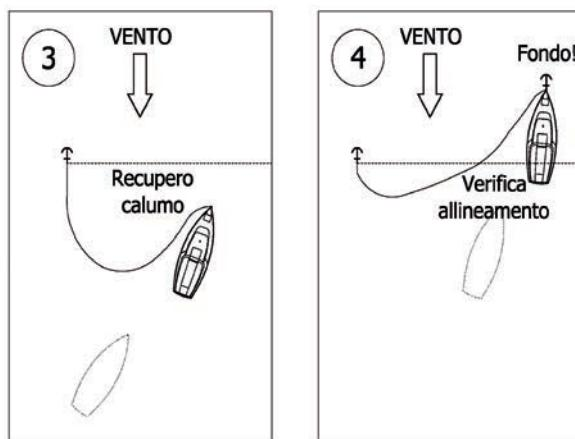

Figura 4
4. Arrivati nel punto giusto, al traverso della prima ancora, avanzare un po' sopravento in modo che l'allineamento sulla prima ancora sia traguardato, grosso modo, dal pozetto, perché dovremo dare alla seconda ancora lo spazio necessario per arare e agguantare il fondo. In questo momento il calumo della prima ancora non andrà più recuperato, ma anzi filato di nuovo in acqua, mai però eccessivamente onde evitare che finisca sotto la chiglia e attorno all'elica. Infatti, stiamo avanzando oltre l'allineamento e la distanza dalla prima ancora sta in parte aumentando. Diamo ora fondo alla seconda ancora cercando di separare nettamente le due linee d'ancoraggio per non intrecciare o incattivare i due calumi. Nel momento in cui la seconda ancora tocca e si distende sul fondo arripiamo a motore e contemporaneamente filiamo la catena distendendola mano a mano dietro all'ancora (Figura 4).